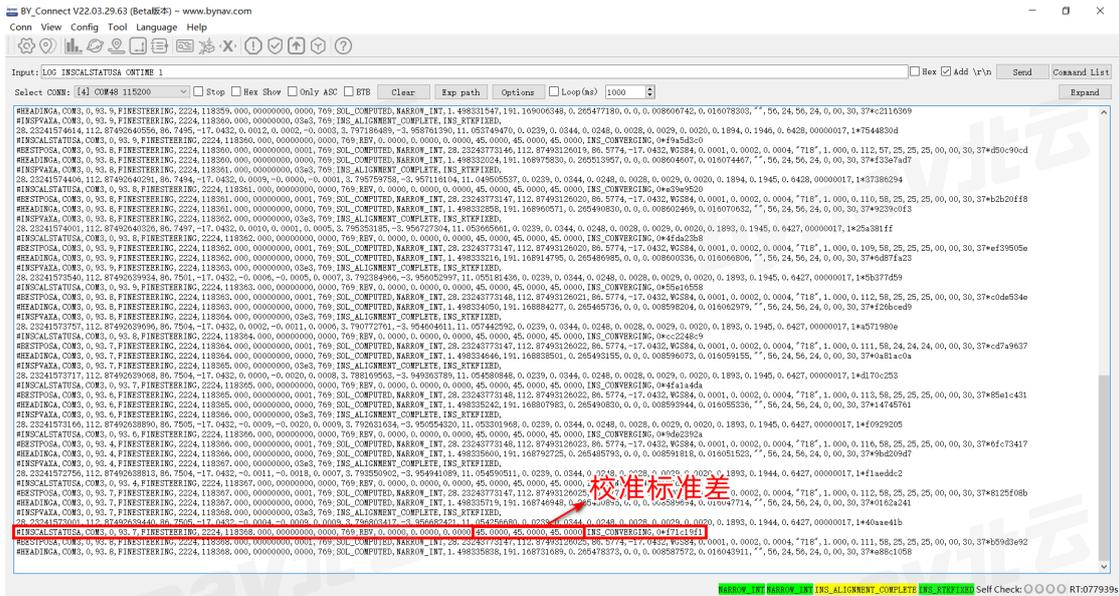

图 8-1 校准状态指示位
- 选择一条可掉头的开阔长直道, 完成若干次直线行驶和掉头操作, 直到 BY_Connect 软件右下角指示标志全部变为绿色。指示标志如图 8-1 所示, 其中第三项尚未变绿, 变绿之后内部字样将变为: INS_SOLUTION_GOOD。
以上，观察 INSCALSTATUSA 语句中三个校准标准差值，如图 8-1 所示。